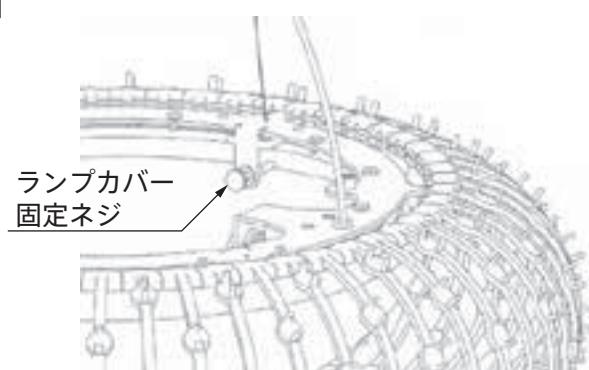

図3
10. フレームの上部から順にキノコ型オーナメントを取付けます。 (図3)